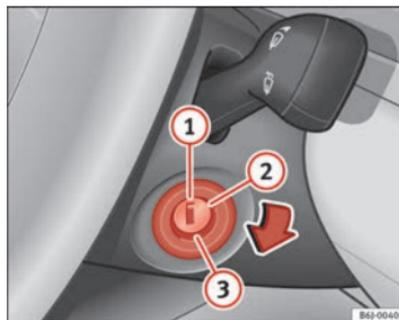

Fig. 98 Posiciones de la llave de contacto
En esta posición ⇒ fig. 98 el encendido y el motor están desconectados pudiéndose bloquear la dirección.
- Gire la llave de contacto hasta la posición ⇒ fig. 98 ②. El testigo  se encenderá en caso de precalentamiento del motor.
- En cuanto se apague el testigo, gire la llave de encendido a la posición ③ para poner en marcha el motor y no pise el acelerador.
- Gire la llave de contacto a la posición ⇒ fig. 98 ①.